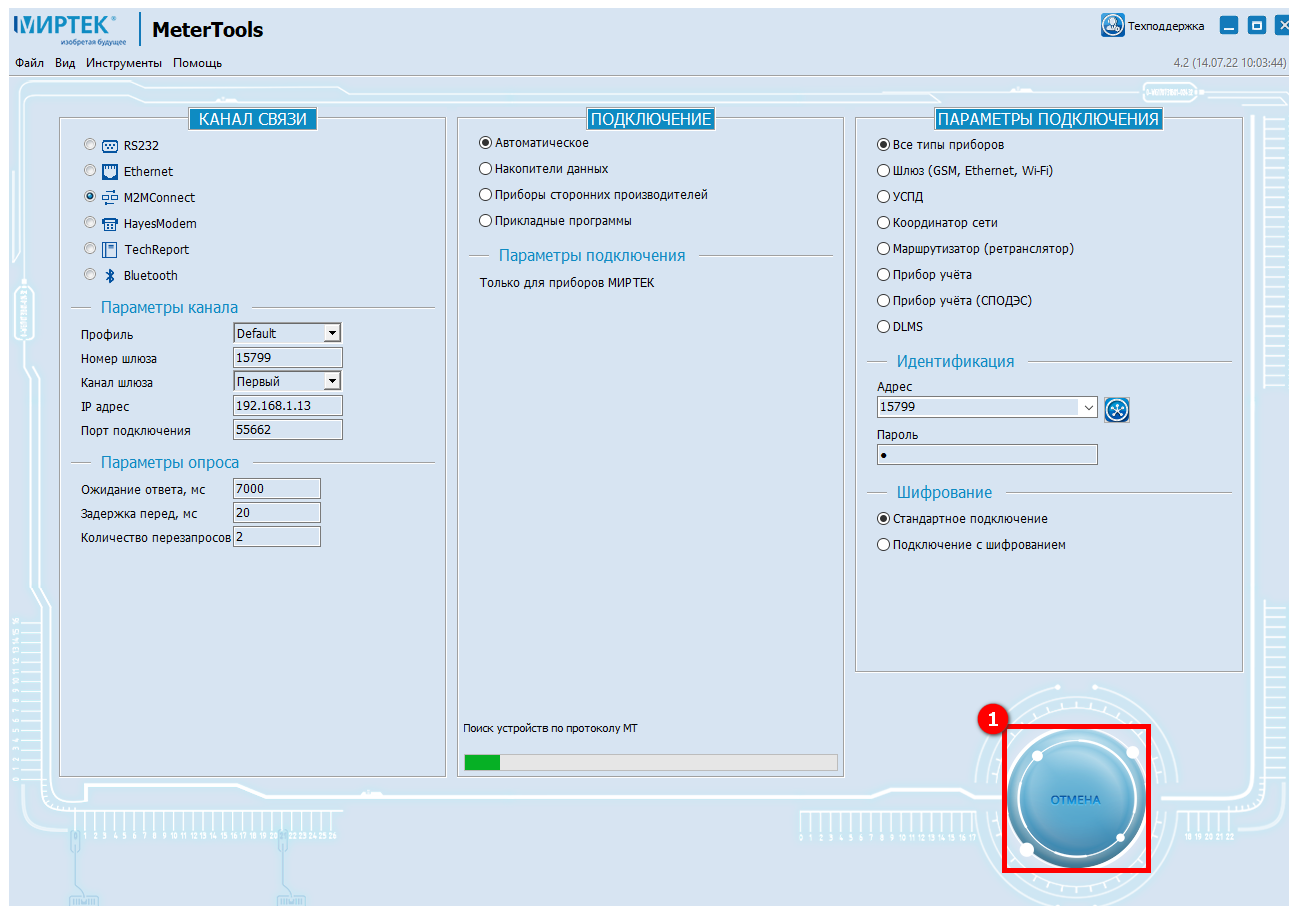

Рисунок 40 – Отмена процесса поиска и подключения к устройству
При необходимости процесс поиска и подключения к устройству можно остановить, нажав кнопку **Отмена** (1) (см. рисунок 40).